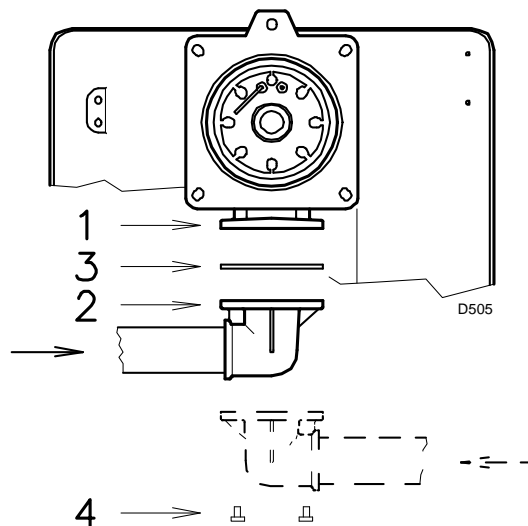

Fig. 17
- A linha pode chegar pela direita ou pela esquerda, conforme convenha, ver Fig. 17.
- A linha de gás deve ser ligada ao engate do gás 1)(Fig. 17), mediante a flange 2), a junta 3) e os parafusos 4) fornecidos com o próprio queimador.